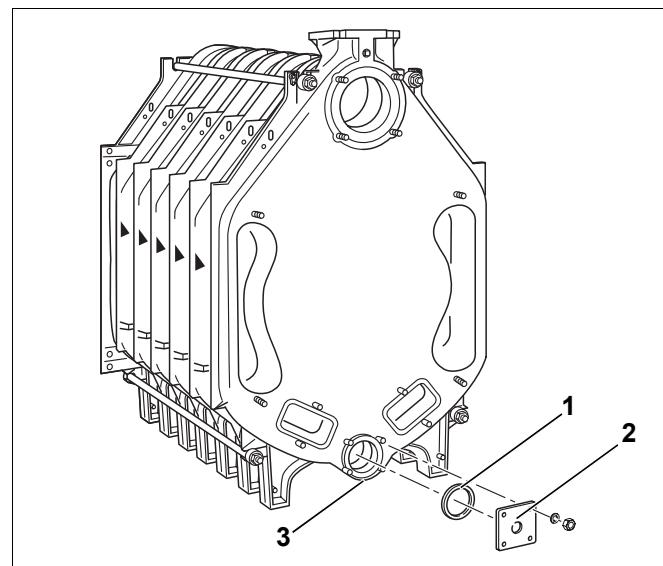

Fig. 26 Montaggio della flangia
- ▶ Chiudere il mozzo inferiore (fig. 26, [3]) dal davanti e da dietro. A tal fine, posizionare la guarnizione corrispondente (fig. 26, [1]) sui rispettivi mozzi e avvitare una flangia cieca con lunghezza dei bordi di 110 mm. La flangia con il foro filettato ($R \frac{3}{4}$) per l'allacciamento per il carico e lo scarico (fig. 26, [2]) viene montata sul lato posteriore della caldaia.